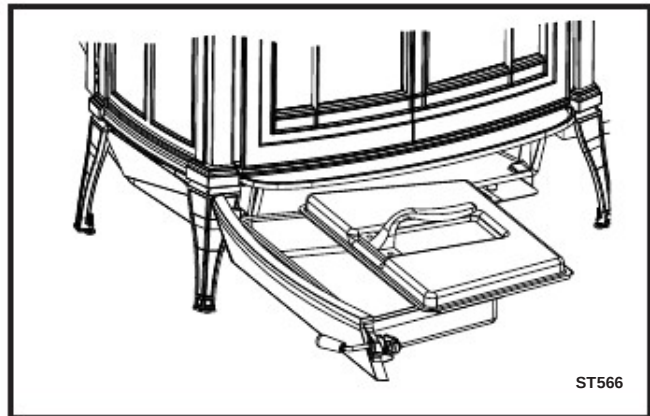

Рис. 41 Перед тем как вытаскивать пеплосборник убедитесь в том, что крышка плотно закрыта
- Наденьте крышку и убедитесь в том, что она плотно закрыта (рис.41)